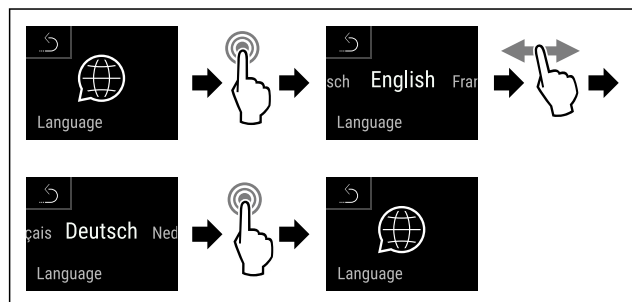

Fig. 89
- ▶ Wykonać czynności (patrz Fig. 89).